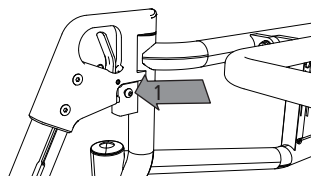

fig. 5
2. Efter monteringen skal de kunne bevæges frit. Ved behov kan unbrakoskruen spændes (1, fig. 5), indtil spillet på benstøtterne reduceres til et minimum.